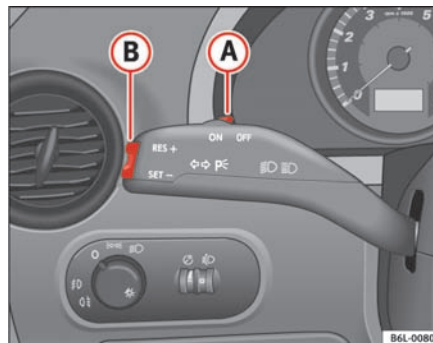

Fig. 102 Blink- og fjernlysarm: vippekontakt og kontakt til fartpilot
- Tryk et kort øjeblik på den nederste del **SET** af vippeknappen ⇒ fig. 102 **B**, når du har nået den ønskede hastighed.